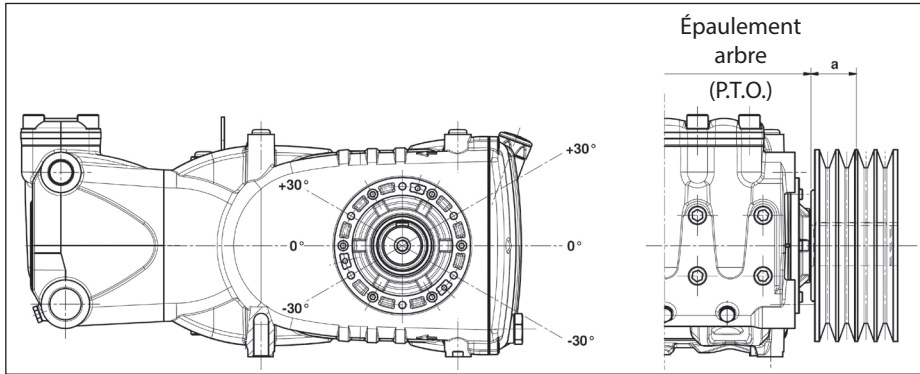

Fig. 10
La transmission est considérée appropriée si cette charge est appliquée à une distance maximum  $a=40$  mm de l'épaule de l'arbre (P.D.F) comme indiqué Fig. 10.
- b) Utiliser des courroies à haut rendement - par exemple **XPB** au lieu de **SPB** - car il sera nécessaire d'avoir une quantité inférieure de courroies égales à la puissance transmise et par conséquent une distance inférieure de la résultante par rapport à la butée de l'arbre (P.D.F) « a » Fig. 10.